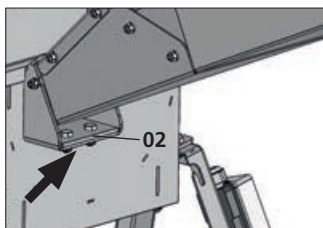
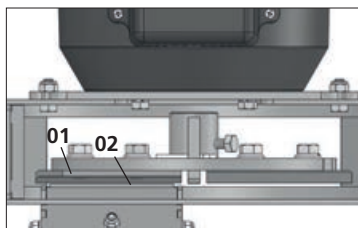

Fig. 20
Fig. 21
Afloje las tuercas hexagonales, de acuerdo a la [Fig. 20] y desplace la contralámina (2) hasta que las láminas (1) queden a una distancia de aproximadamente 1 mm de la contralámina (2), [Fig. 21]. La contralámina debe cambiarse cuando presente señales de desgaste.